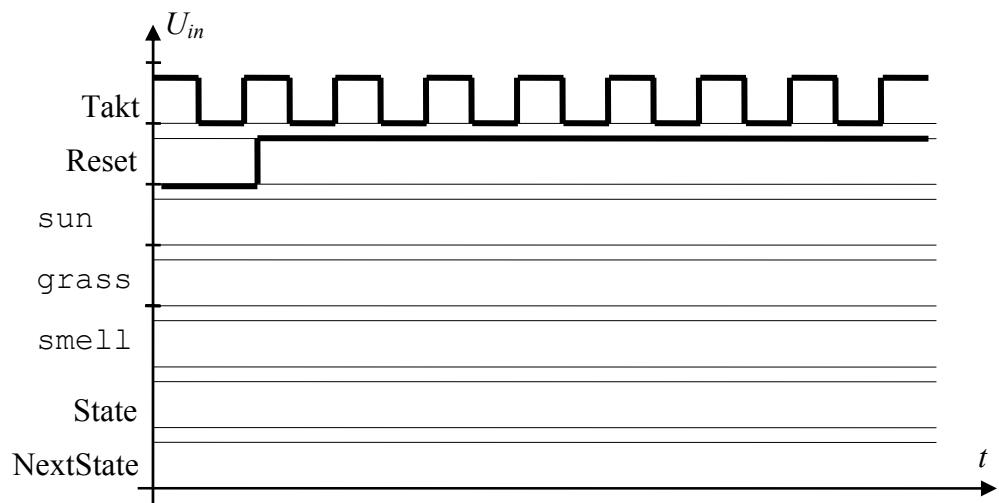

Abbildung 4.1
- Tragen Sie den Ablauf der Zustände (State plus zugehöriger Next-State) in Abbildung 4.1 ein! Ergänzen Sie weiters den Zeitverlauf von sun, grass und smell !